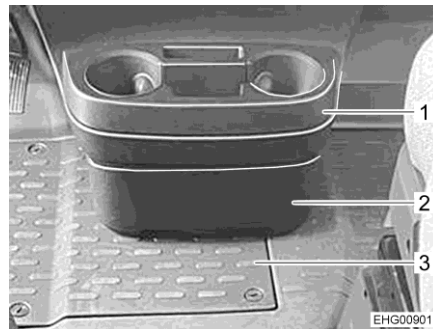

Fig. 88 Porte-boissons et subwoofer
Pour accéder à la batterie, le subwoofer (Fig. 88,2) du soundsystem doit d'abord être démonté.
- Extraire le subwoofer (Fig. 88,2) et le poser de côté.
- Ouvrir le plaque de plancher (Fig. 88,3).
- Connecter le subwoofer (Fig. 88,2) sous le porte-boissons (Fig. 88,1).